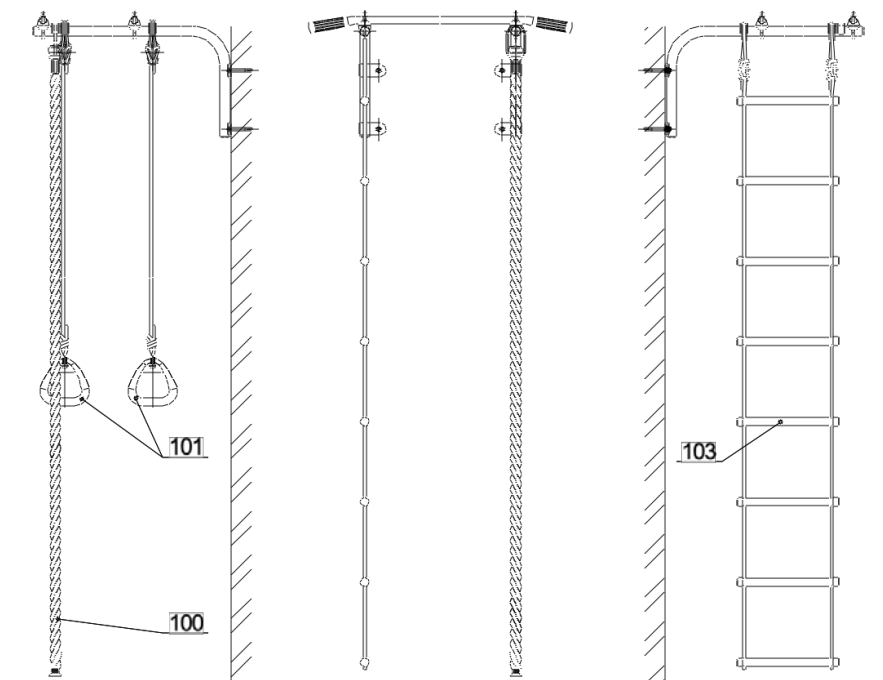

Рис. 2
10.6.4 Турник исполнения ДСК-Н-Г1-20 с рекомендуемым расположением навесного оборудования показан на рис.2.